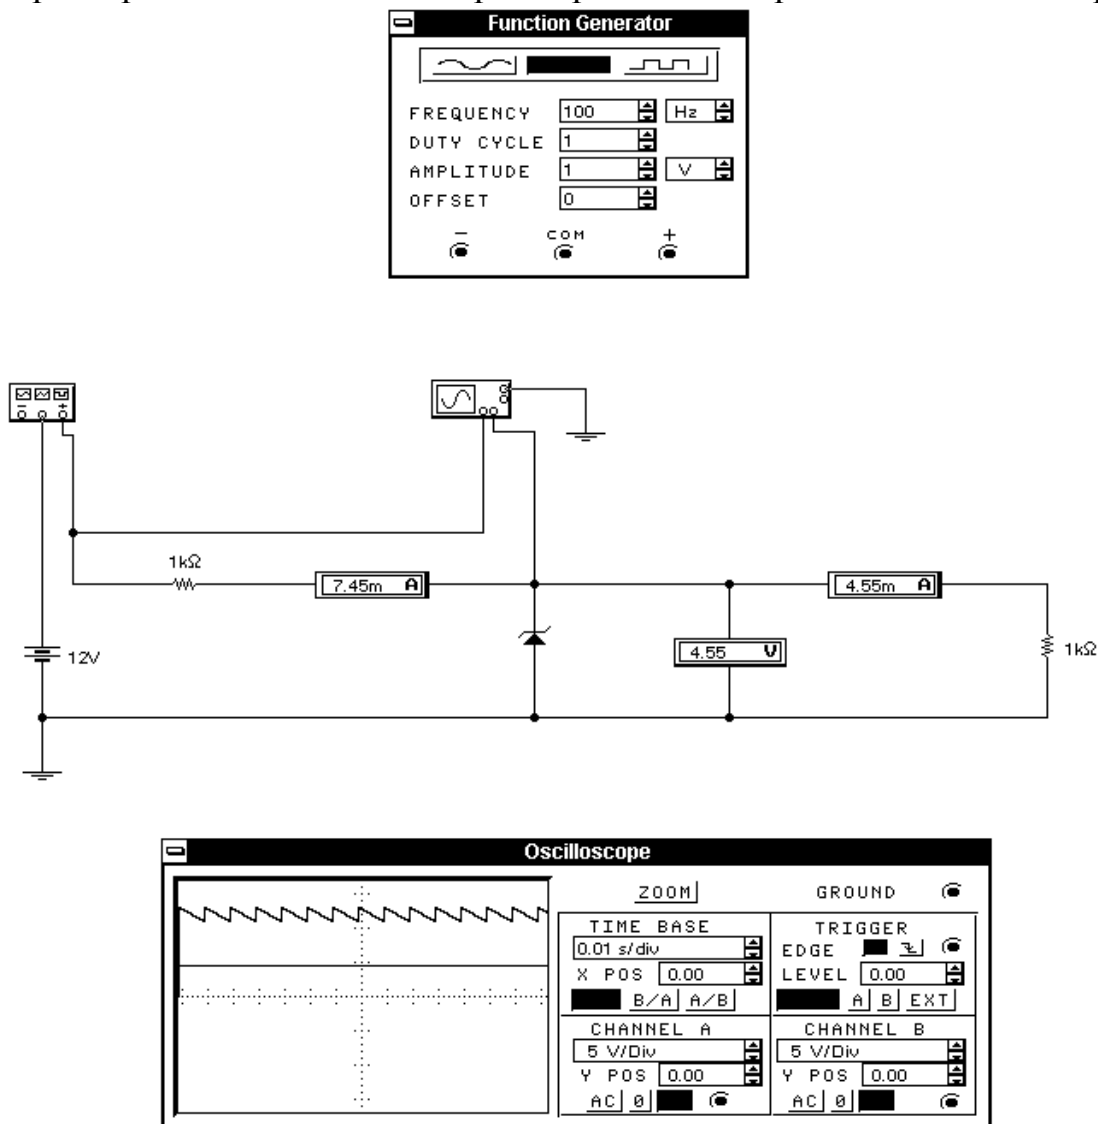

Рис. 1 – Параметрический стабилизатор напряжения
1. Собрать экспериментальную установку (рис. 1) для исследования параметрического стабилизатора напряжения на кремниевом стабилитроне.